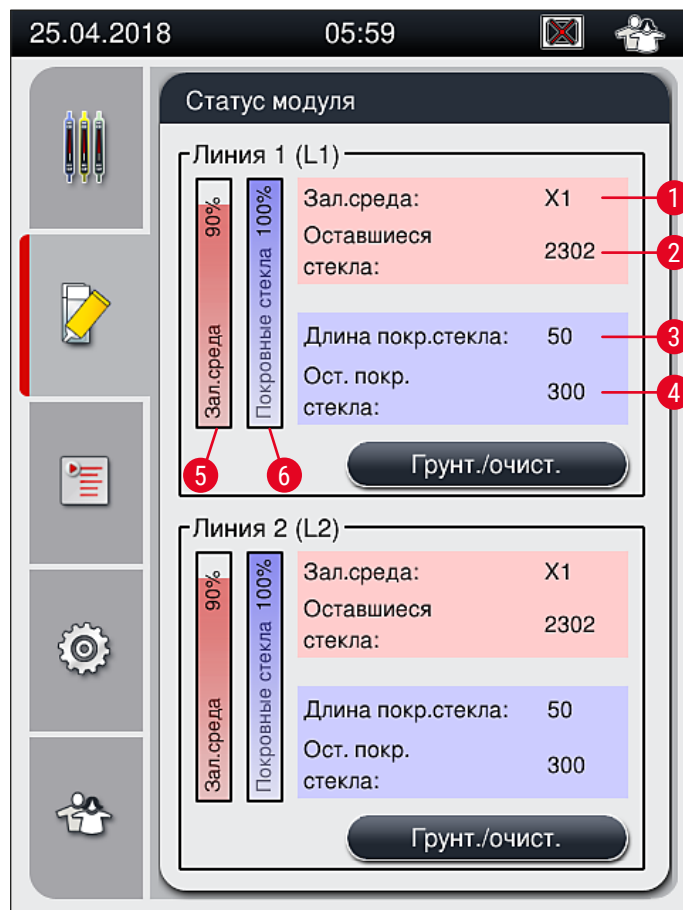

Рис. 22
7. Данные колб с заключающей средой, установленных и распознанных программным обеспечением прибора, и **Статус модуля** (→ Рис. 22) обновляются.